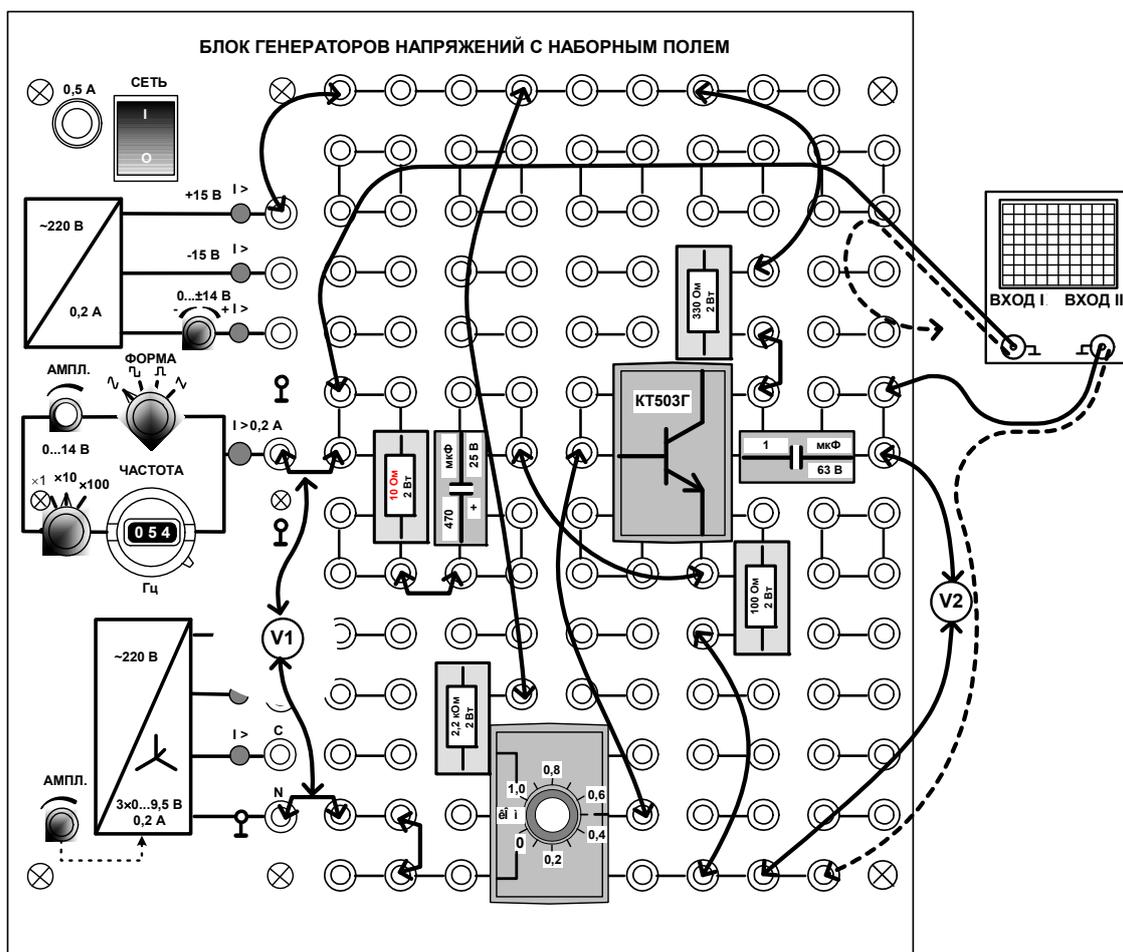

Рис. 5.4. Монтажная схема УК с ОБ
1. Соберите схему согласно принципиальной схеме каскада с ОБ (рис. 5.4, а),